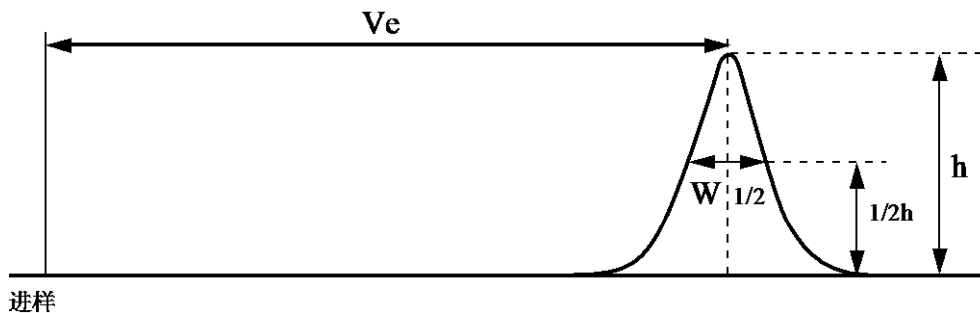

图 2 理论塔板数的计算方法
如图 2 中所示，通过半峰宽法计算色谱柱的理论塔板数 (N)。